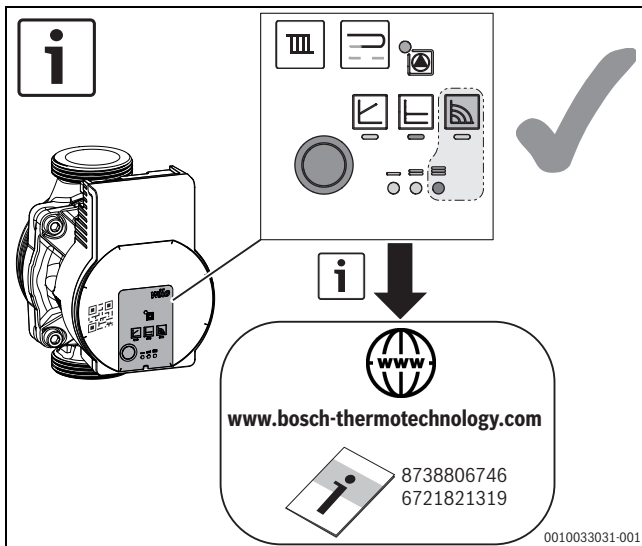

Bild 16 Einstellung der Pumpe (Beispiel)
- ▶ Pumpe auf Stufe 3 einstellen (→Bild 16).
- Pumpe auf Stufe 3 einstellen (→Bild 16).